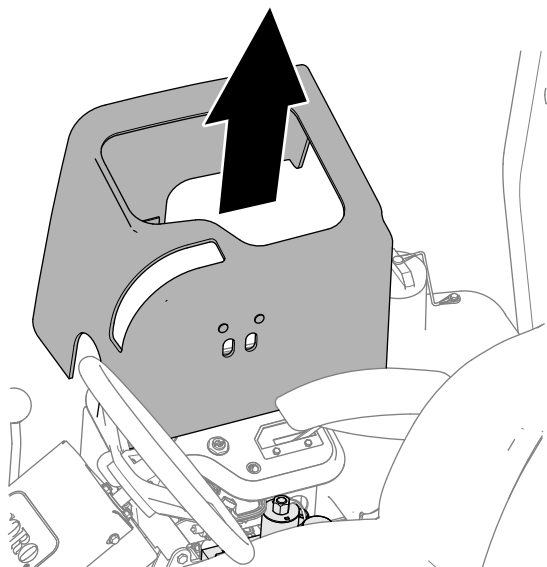

Figura 92
3. Sollevate la protezione del quadro a montaggio magnetico (Figura 92) per avere accesso al collettore del tosaerba.